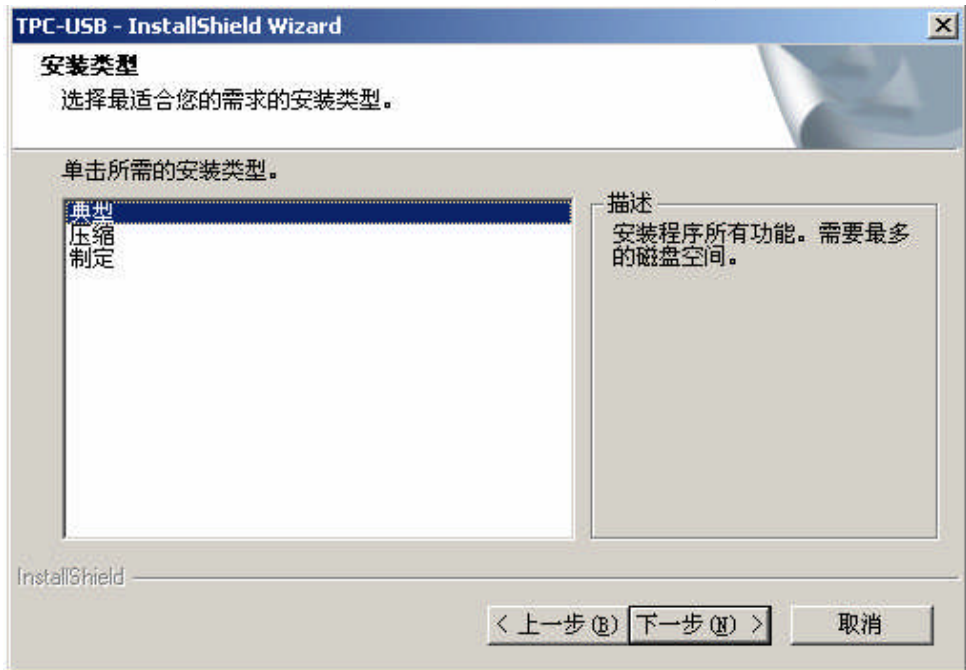

图3-3 安装选择
2. 输入用户名、公司名和序列号后，点击“下一步”，会出现图3-3安装选择画面。